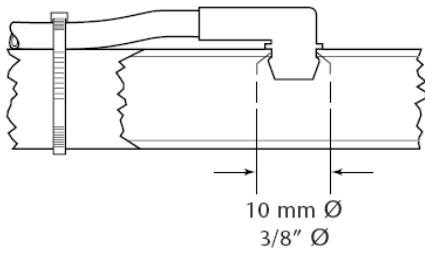

Fig. 4
LÍNEA DE PRESIÓN (Fig. 2) El tubo en espiral se puede estirar hasta un máximo de 3 metros, por lo que las piezas en T deberán ser colocadas a lo largo de la sala de ordeña para permitir que se pueda aplicar el dipping a todas las vacas sin tener que estirar demasiado los tubos en espiral. Determinar la posición de las uniones en forma de 'T' (G) y fijarlos sueltamente a un soporte adecuado (Fig. 4). Cortar piezas de tubo de una longitud adecuada (F), fijarlas con enlaces y conectarlas a las uniones en forma de 'T' (G) y al orificio de salida (Fig. 2). Conectar los rollos retráctiles (I) y Rociadores (H). Cerrar el extremo abierto de la última unión (J) con un obturador y tuerca. Finalmente, cuando todas las posiciones son correctas, apretar los enlaces. No apretar excesivamente sobre el tubo y evitar ángulos agudos y pliegues. El conector recto (S en la Figura 7) unido a la porción corta del tubo flexible (T), proporcionado con cada Aplicador, deberá ser conectado al tubo en espiral (I); use la tuerca proporcionada para fijar el otro extremo de este tubo a la boquilla del Aplicador (H). El Gancho para Colgar de Plástico (L) puede ser colocado en un tubo horizontal apropiado usando 2 amarras de cable (K) o puede ser perforado con dos orificios y adosado (con 2 tornillos o pernos) a una superficie plana.